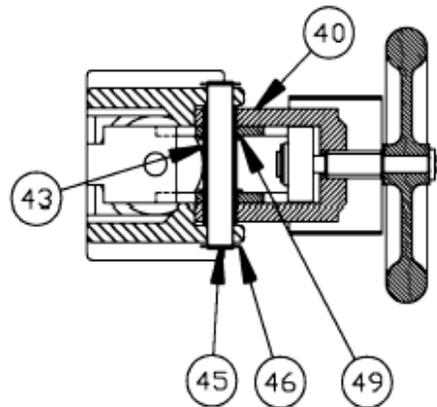

Figura 12. Vista in sezione volantino attuatore dimensione 3
- R. Riavvitare lo stelo dell'otturatore nello stelo dell'attuatore (10) attraverso la flangia dello stelo e ricalibrare la posizione di tenuta della valvola.
- S. Tenere il supporto del volantino (40) in posizione tra i bracci della forcella, come mostrato in Figura 12, e far scorrere il perno della leva (45) attraverso il foro nella forcella e la leva. Assicurarsi che le leve (44) si trovino al di sotto della flangia dello stelo (2).
- T. Fissare il perno della leva (45) con il secondo anello di ritegno (46).